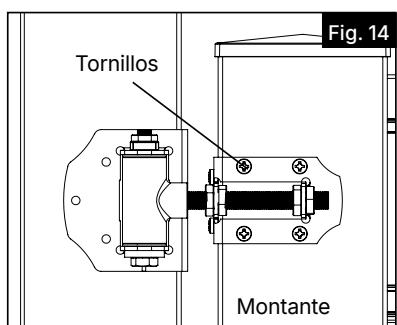

Fig. 14
- b. Marque y taladre agujeros guía de $\frac{3}{32}$ " en el montante superior e inferior. Fíjela con seis tornillos de $1\frac{1}{2}$ " (suministrados con la bisagra) en la parte delantera y lateral del montante (Fig. 14). Repita la operación para la bisagra inferior.